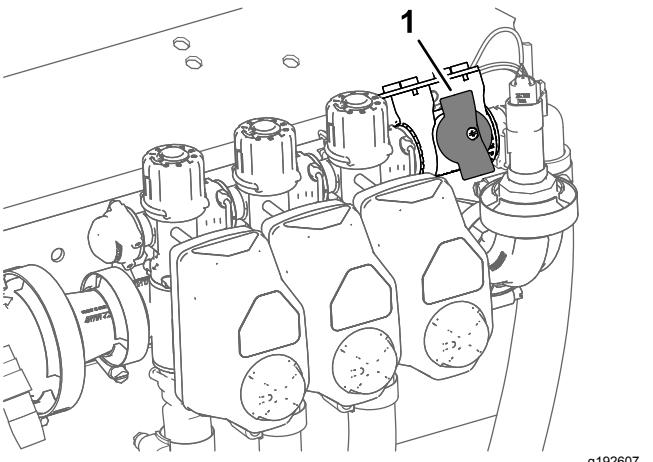

Figura 34
2. Girate la manopola della valvola di intercettazione del bypass delle sezioni sulla posizione chiusa (Figura 34).